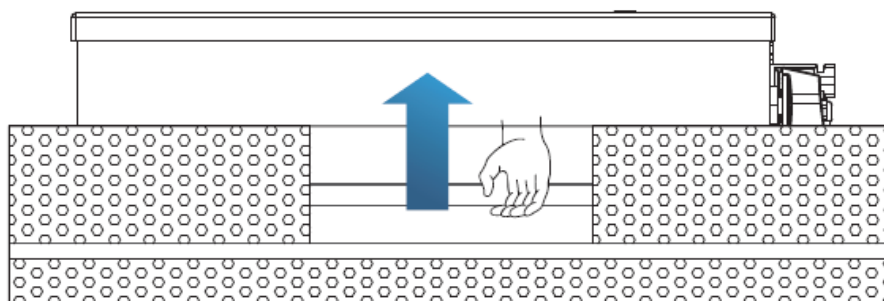
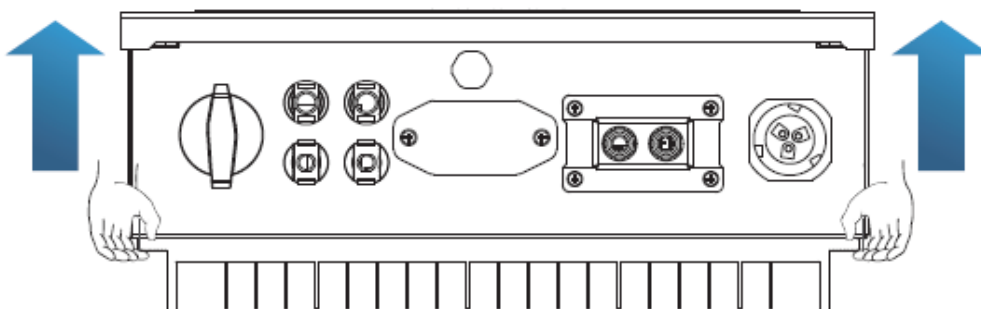

Figura 10 - Rimozione delle protezioni in polistirolo
Figura 11 - Estrazione dell'inverter dall'imballaggio
- 1) Aprendo l'imballaggio, inserire le mani nelle fessure di entrambi i lati dell'inverter e afferrare l'inverter, come mostrato nella Figura 10 e nella Figura 11.